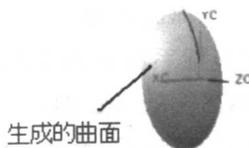

图 1-36 生成曲面
(6) 利用 Form Feature→Revolved, 以上一步生成的圆弧为 Section String, 以+XC 轴为旋转轴生成曲面, 如图 1-36 所示。